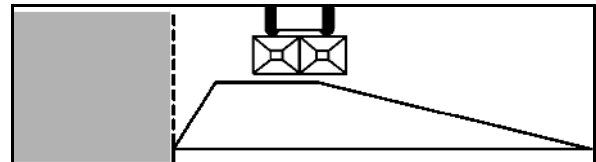

図 46
1. Düngeverordnung (肥料に関する指令) に基づく境界散布 (図 46):